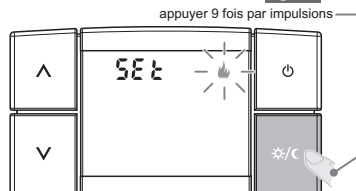

fig. 40
- Tout de suite après, l'écran affiche l'inscription **SEt** et la modalité de fonctionnement configurée clignote (**HIVER**  ou **ÉTÉ** ) (ex. sur la fig. 40).